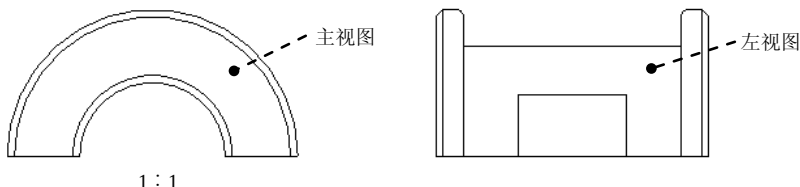

图 3.12.20 左视图
Step1. 在图形区选取主视图，然后右击，从系统弹出的快捷菜单中选择 **投影视图 (P)** 命令。
Step3. 双击左视图，选取 **类别** 区域中的 **视图显示** 选项，在 **显示样式** 下拉列表中选择 **消隐** 选项，在 **相切边显示样式** 下拉列表中选择 **无** 选项，其他参数采用系统默认设置值，单击 **确定** 按钮，此时左视图如图 3.12.20 所示。